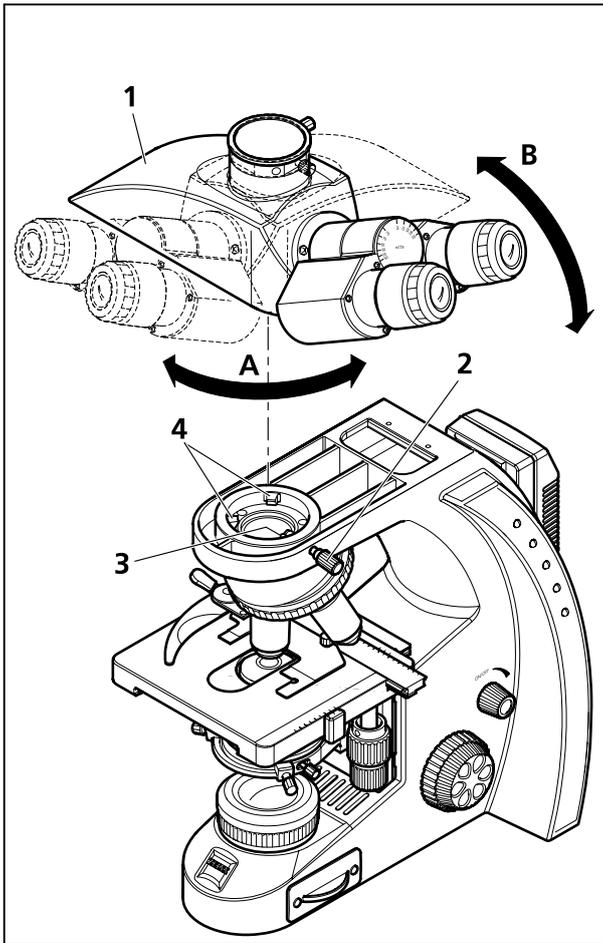

图11 更换镜头
- 松开固定螺丝(图 11/2)，将现有的镜筒(图 11/1)大约向右旋转 90°(图 11/A)然后从右侧向上取下。(图 11/B)。
- 将要安装的镜筒(目镜面向右)及其燕尾圈稍微斜插入主机的两个支承件(图 11/4)下面。
- 然后将镜筒水平放在主机上，此时镜筒下部的槽孔必须位于主机上的第三个支承件(图 11/3)上。
- 镜筒向左旋转 45°(目镜面向前)在主机上校准，然后拧紧固定螺丝(图 11/2)。